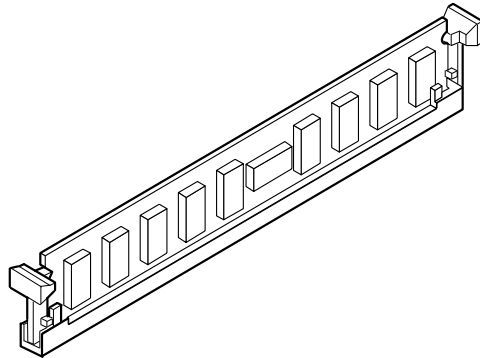

Abbildung 8-7. Richtig sitzendes DIMM
5. Drücken Sie die Kunststoffhebel heraus und nach unten, damit das DIM-Modul aus seinem Sockel herauskommt (Abbildung 8-7).